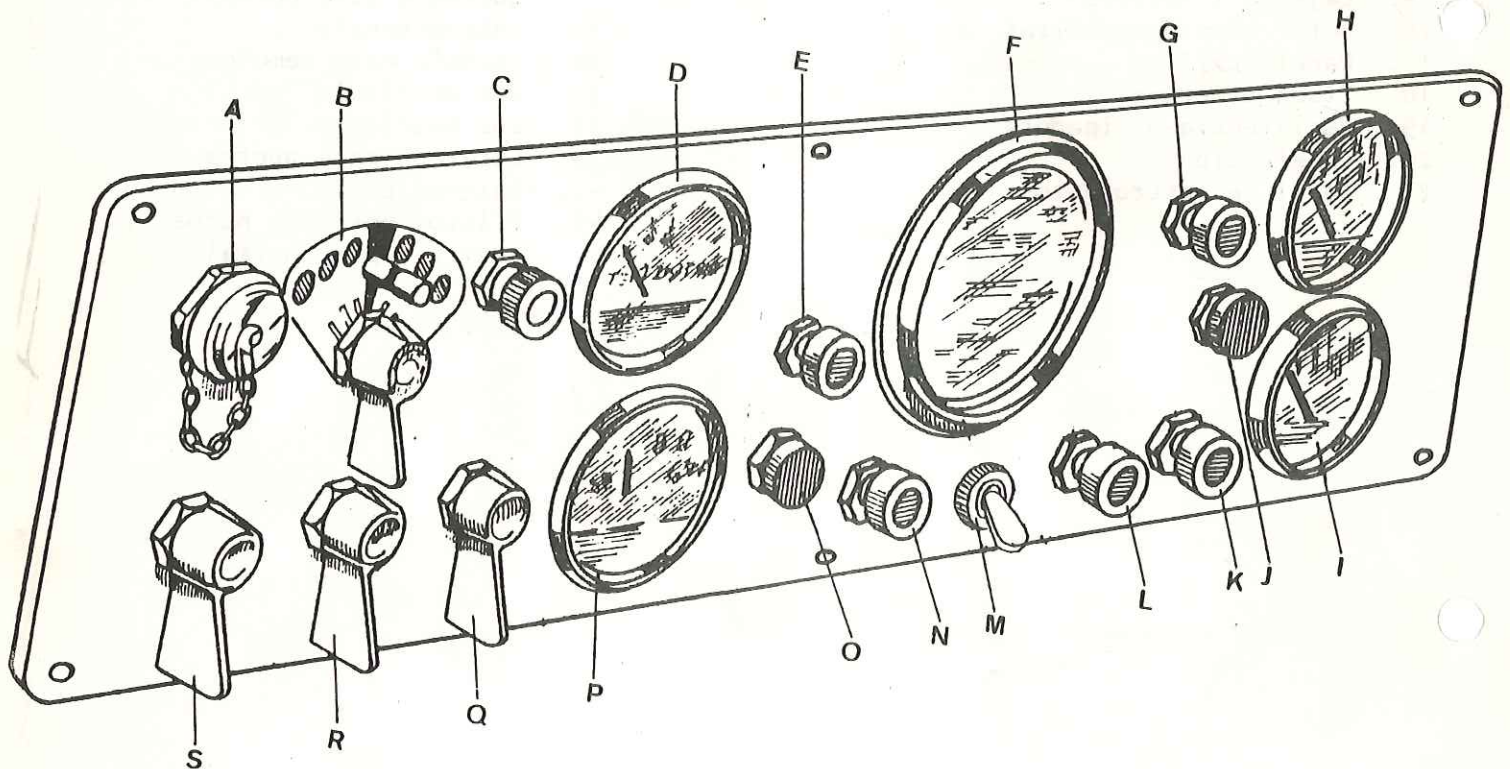

Fig. P3-3 Panel de instrumentos (gasolina)
- 1.5. Retirar el panel de instrumentos (Fig. P3-3 ó P3-4) juntamente con los interruptores e indicadores.